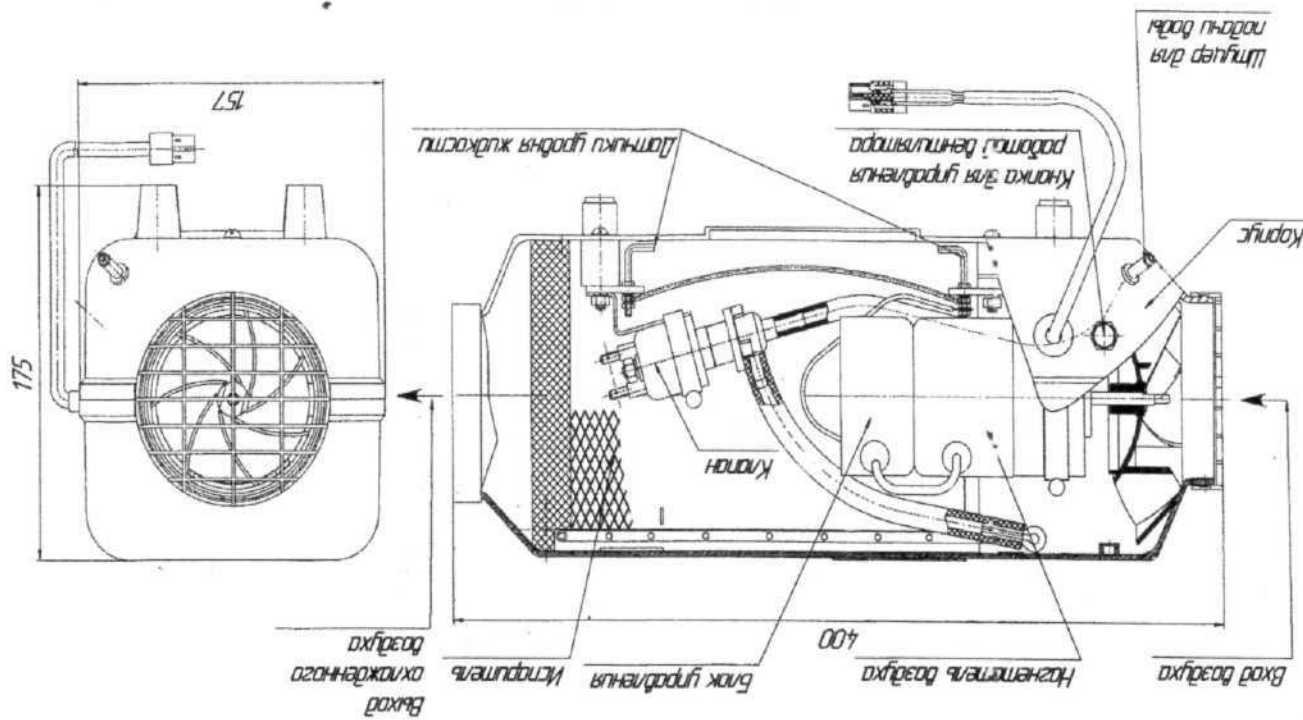

Рис.4.3 –Основные узлы блока охладителя
- блок охладитель (основные узлы блока показаны на рис.4.3);